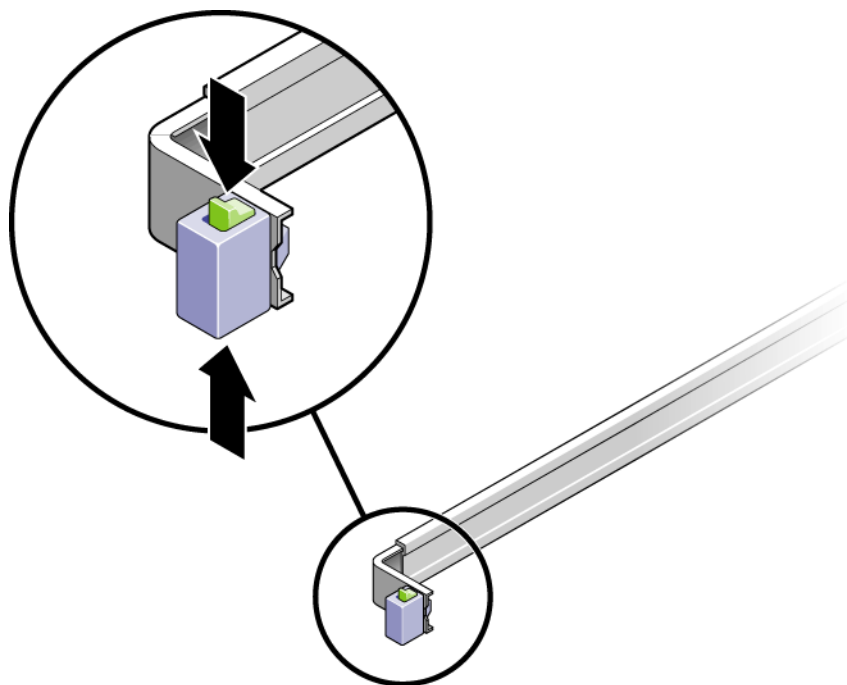

FIGURA 2-23 Desbloqueo del conjunto de guías deslizantes
2. Desbloquee los botones de bloqueo (FIGURA 2-23) en los lados derecho e izquierdo del chasis del dispositivo y extraiga lentamente el dispositivo del bastidor hasta que las guías lleguen a sus topes.